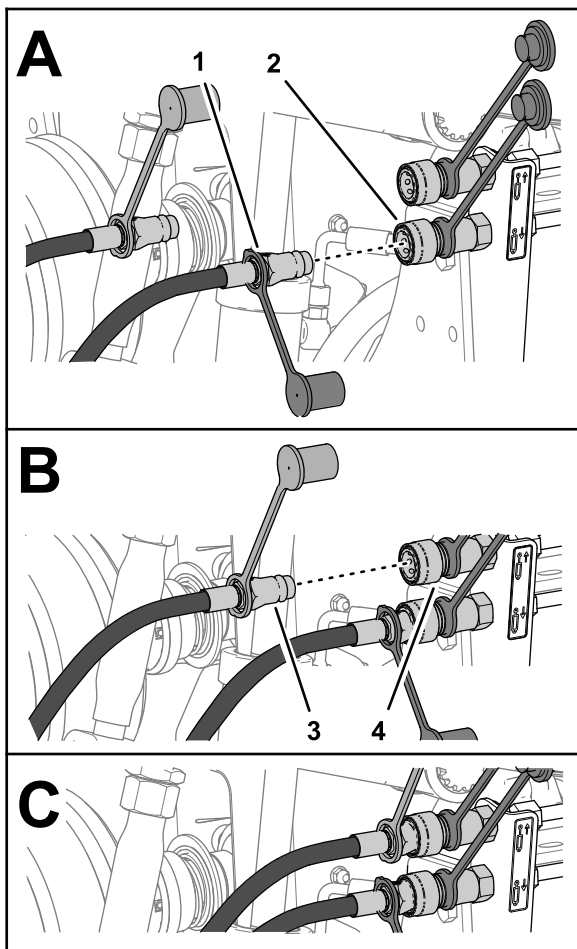

Figura 33
- Conecte la manguera de extensión del cilindro del acoplamiento de conexión rápida al circuito de bajada de accesorios traseros del enganche de desconexión rápida (Figura 33).